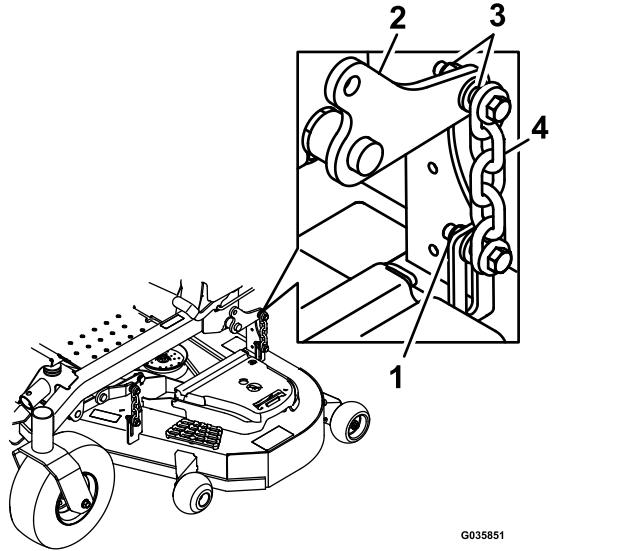

図 78
14. 4隅にあるロックナット図78)前部をゆるめ、刈り込みデッキが4つのブロックにぐらつかずに乗っていることを確認する。